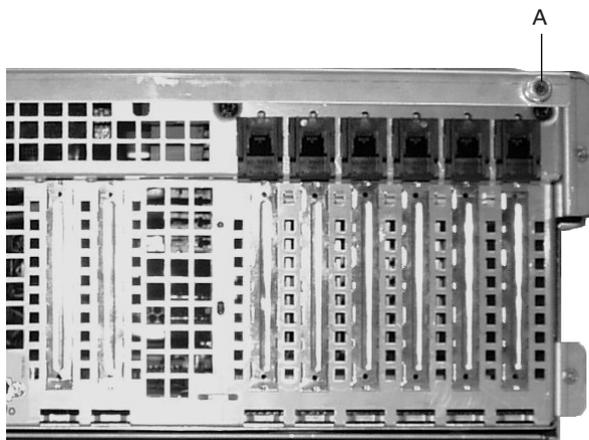

Figura 4-6 Parafuso da tampa superior
2. Solte os dois parafusos localizados na parte superior traseira do chassi. Um dos dois parafusos é identificado pela letra "A" na Figura 4-6.
2. Solte os dois parafusos localizados na parte superior traseira do chassi. Um dos dois parafusos é identificado pela letra "A" na Figura 4-6 na página 94.